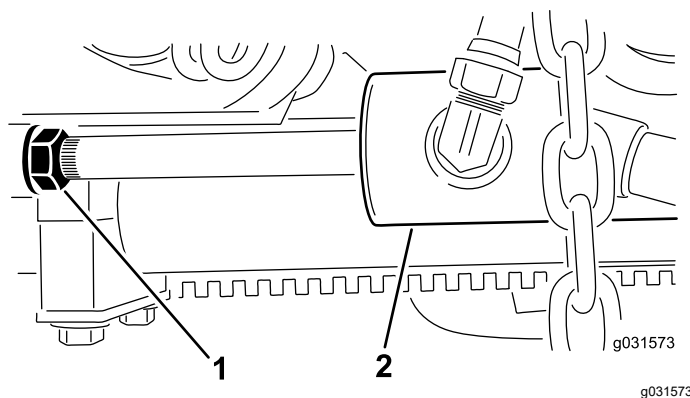

Рисунок 14
- В. Ослабьте затяжку контргайки на цилиндре (Рисунок 14).